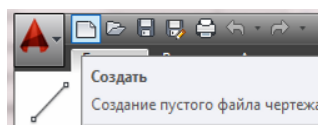
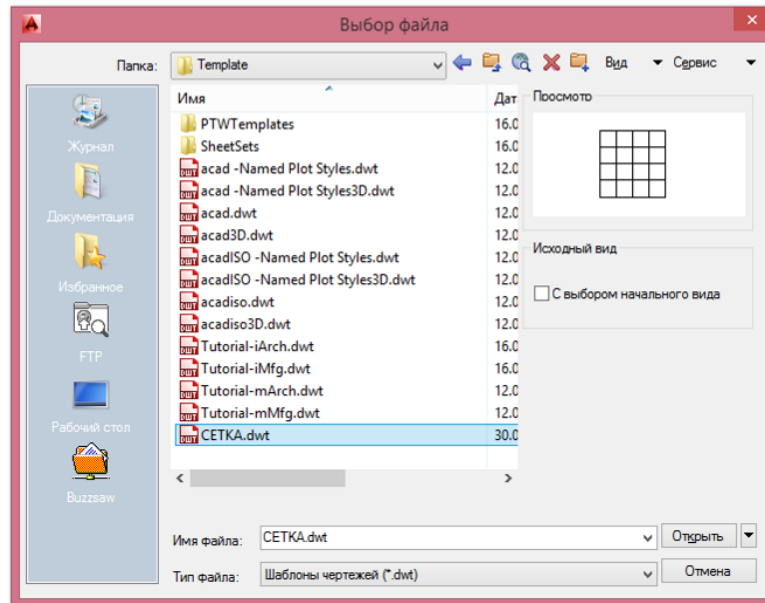

Рис.1 – Создание файла
Рис. 2 – Выбор шаблона в диалоговом окне Выбор файла
2.1 Создать новый файл (рис.1), используя шаблон «Сетка. dwt» (рис.2).